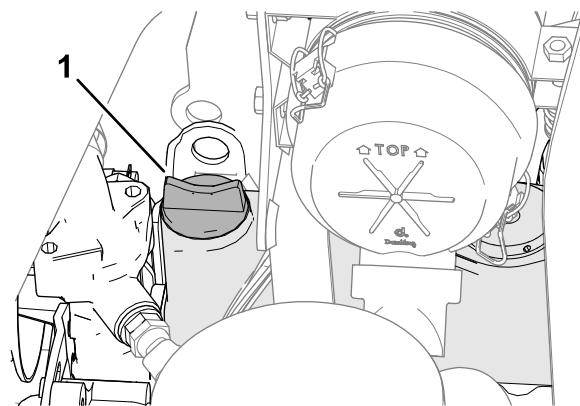

Рисунок 72
5. Если уровень масла ниже допустимого, снимите крышку маслозаливной горловины (Рисунок 72) и постепенно, небольшими порциями долейте масло, периодически проверяя его уровень, до отметки «Полный» на масломерном щупе.